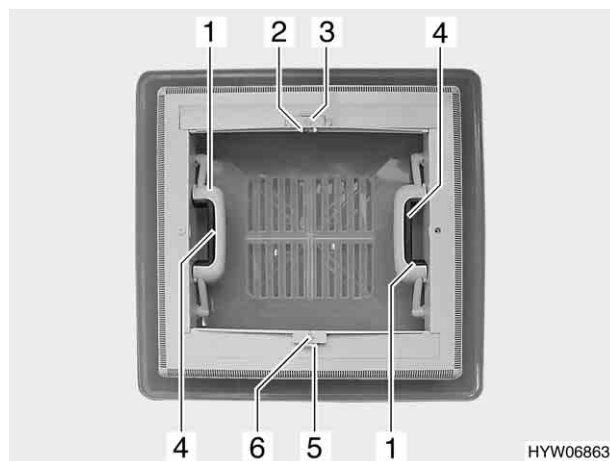

Fig. 31 Oblò a scatto
- Premere la chiusura a scatto (Fig. 31,4) verso l'interno dell'oblò. Premere contemporaneamente verso l'alto l'oblò con la maniglia (Fig. 31,1).
- Premere l'arresto (Fig. 31,5) verso il lato esterno dell'oblò.
- Tirare l'oscurante a rullo per la maniglia (Fig. 31,6) fino alla maniglia contrapposta della zanzariera a rullo (Fig. 31,2) e farla innestare.
- Serrare la maniglia (Fig. 31,2). L'arresto si sblocca.
- Ricondurre lentamente l'oscurante a rullo accompagnandolo con la maniglia (Fig. 31,6).
- Premere l'arresto (Fig. 31,3) verso il lato esterno dell'oblò.
- Tirare la zanzariera a rullo per la maniglia (Fig. 31,2) fino alla maniglia contrapposta dell'oscurante a rullo (Fig. 31,6) e farla innestare.
- Ricondurre lentamente la zanzariera a rullo accompagnandola con la maniglia (Fig. 31,2).